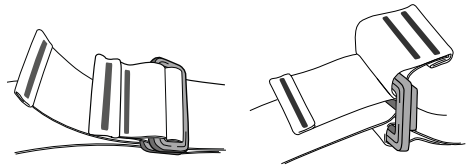

Abb. 3
1. Gurt durch Zug am Gurtbandende straffen. (Abb. 3)